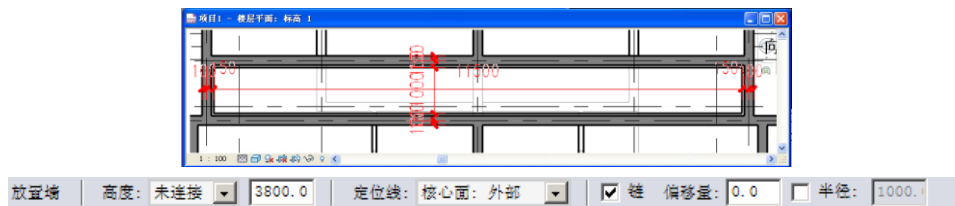

图 4-55
- 12) 在楼层平面 F11 中, 单击“常用”选项卡>“构件”面板>“墙”按钮, 在类型选择器中选择“WQ\_50+(200)\_剪”, 设置其高度为“3800”, 绘制图示墙体, 选择上侧墙体, 修改其实例属性中“无连接高度”为“3300”, 确定完成(如图 4-55 所示)。